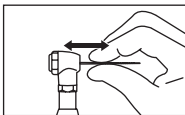

Fig. 3
- Asigurați-vă de faptul că acul este bine fixat trăgând de el înainte de utilizare. (Fig. 3)